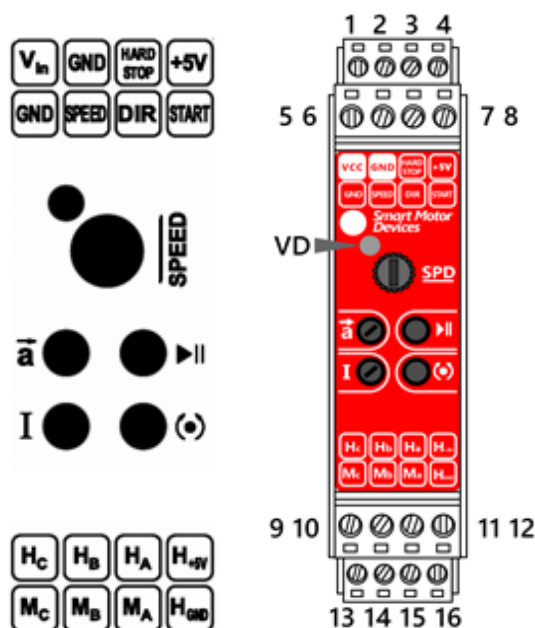

Fig. 2. Disposición y asignación de terminales y elementos de control.
El esquema de conexión se muestra en la Fig. 2
La ubicación de los terminales y los elementos de control se muestra en la Fig. 2.
1. Conecte un motor al controlador según la Fig. 2 y 3. Las fases del motor deben conectarse a los terminales 13 – 15. Las señales del sensor Hall deben conectarse a los terminales 9 – 11. La GND de los sensores HALL debe conectarse al terminal 16, la alimentación de las señales de los sensores HALL debe conectarse al terminal 12.